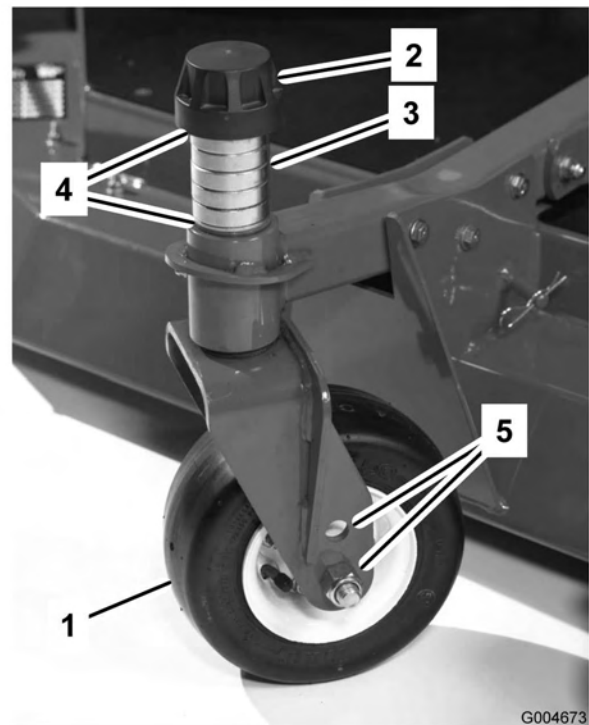

Bild 78
1. Entfernen Sie die Spannkappe von der Spindelwelle und ziehen die Spindel aus dem Laufradarm heraus (Bild 78). Stecken Sie die Beilagscheiben nach Bedarf um, um das Laufrad anzuheben oder abzusenken, bis das Mähwerk die korrekte Neigung erhalten hat.